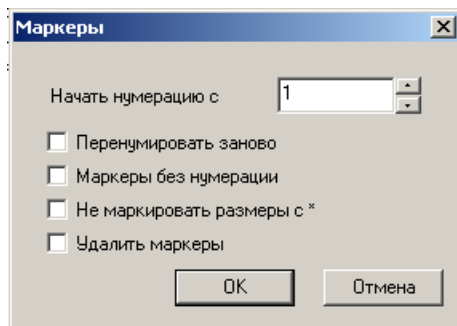

Рис. 6.10
7. Находясь на вкладке *Эскиз*, нажмите кнопку *Создать маркировку для размеров*. В открывшемся окне диалога (рис. 6.10) можно установить параметры выполняемой маркировки. Оставьте в нем все без изменений и нажмите кнопку *ОК*.